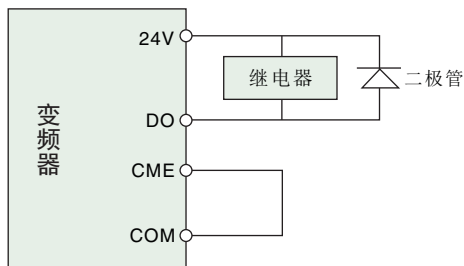
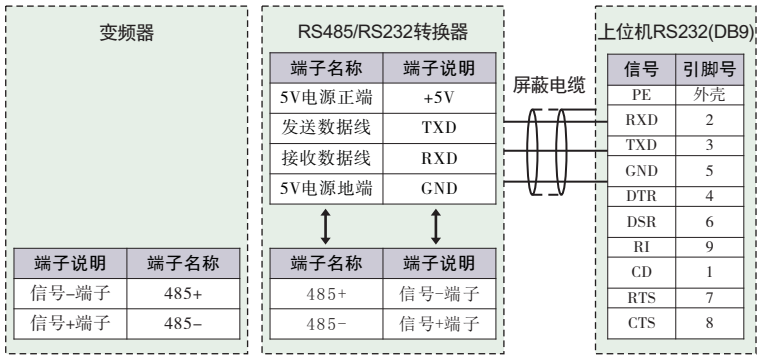

图3-12 数字输出端子配线示意图
图3-13 RS485-(RS485/232)-RS232通讯配线
- ③ 多台变频器可通过RS485连接在一起，由PLC（或上位机）作主机控制，如图3-12所示，也可以其中一台变频器作主机，其它变频器作从机，如图3-13所示。随着连接台数的增加，通讯系统更容易受到干扰，建议按如下方式接线：